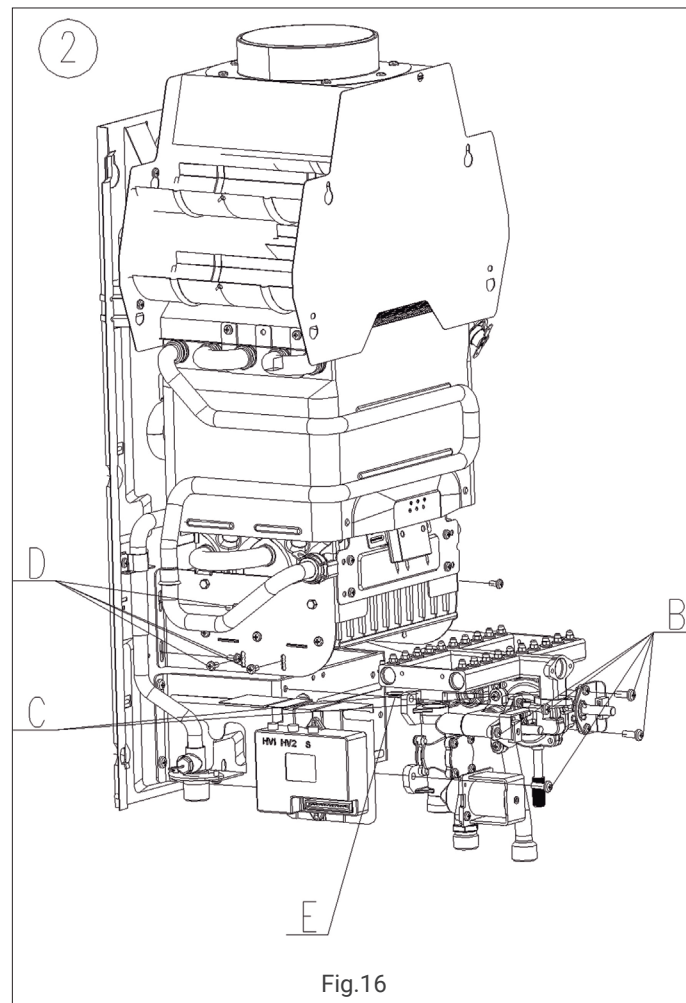

Fig.16
1. Desatornille la conexión entre la válvula de agua-gas y su soporte, retire el clip que fija la conexión de la válvula de agua y el tubo de entrada de agua del quemador. Quitar la conexión de cable para la válvula de agua-gas y la toma de tierra ( fig.16,setp B).
2. Desenrosque la conexión entre la válvula de agua-gas y el colector de gas (fig.16,setp C).
3. Desatornillar la conexión entre el colector de gas y ambos soportes laterales del quemador. Afloje los tornillos restantes de ambos soportes laterales para liberar completamente el colector ( fig.16,setp D), luego saque el colector.
Accione el repuesto lentamente y asegúrese de no dañar ninguna de las juntas de estanqueidad y de colocarlas en las posiciones correctas. Se recomienda sustituirlas por otras nuevas ( fig.16,paso E).